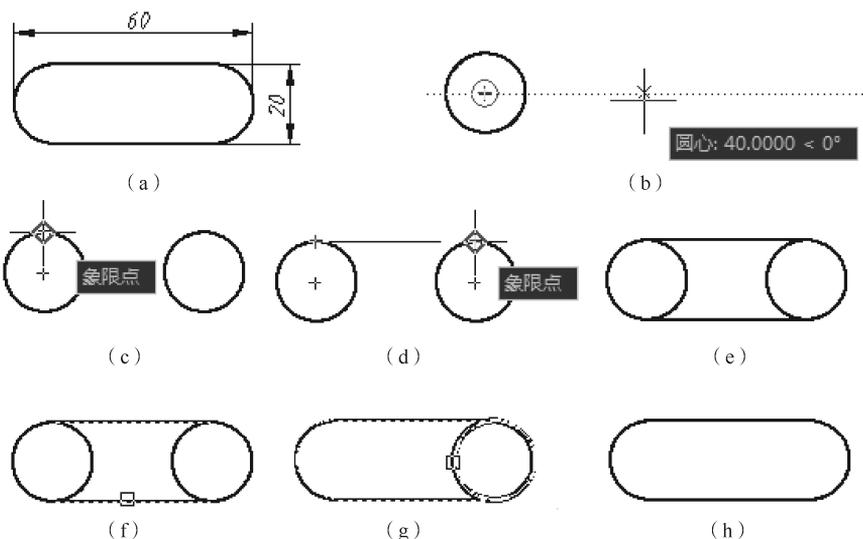

图 1-54 键轮廓图的绘制过程
**【例 1-7】** 绘制如图 1-54 (a) 所示的键轮廓图。
(1) 根据图中尺寸选择图幅和绘图比例。
(2) 创建绘制键所需要的图层。
(3) 设置运行捕捉点启用“象限”和“圆心”，启用“运行捕捉”功能；打开“对象捕捉追踪”和“极轴追踪”；启用“捕捉”功能，将“捕捉”模式设定为“PolarSnap”，极轴距离设置为 10。
(4) 输入绘制圆命令，在“circle 指定圆的圆心或 [三点 (3P) / 两点 (2P) / 相切、相切、半径 (T) ]:”提示下，在适当位置单击“确定”按钮圆心。然后输入半径值“10”，按 Enter 键，就可绘制出如图 1-54 (b) 所示的圆。
(5) 重复输入绘制圆命令，在“circle 指定圆的圆心或 [三点 (3P) / 两点 (2P) / 相切、相切、半径 (T) ]:”提示下，捕捉圆心并向右拉出追踪虚线。当出现如图 1-54 (b) 所示的距离和角度的工具提示时，单击鼠标，确定右圆的圆心位置，按照命令提示输入半径值“10”，就可绘制出如图 1-54 (c) 所示的圆。
(6) 输入绘制直线命令，在命令提示下分别捕捉两圆的象限点，如图 1-54 (c) 和图 1-54 (d) 所示。最终绘制结果如图 1-54 (e) 所示。
(7) 修剪多余的图线。选择下拉菜单“修改”|“修剪”命令，系统提示：“选择剪切边... 选择对象...”。在该提示下移动光标至所选取的剪切边（图中两条直线）上单击，如图 1-54 (f) 所示。然后按 Enter 键，系统继续提示“选择要修剪的对象，或按住 Shift 键选择要延伸的对象，或[栏选 (F) / 窗交 (C) / 投影 (P) / 边 (E) / 删除 (R) / 放弃 (U) ]:”。在该提示下用鼠标选取所要修剪掉的图线，如图 1-54 (g) 所示。
通过上面的操作，便完成了键轮廓图的绘制，结果如图 1-54 (h) 所示。